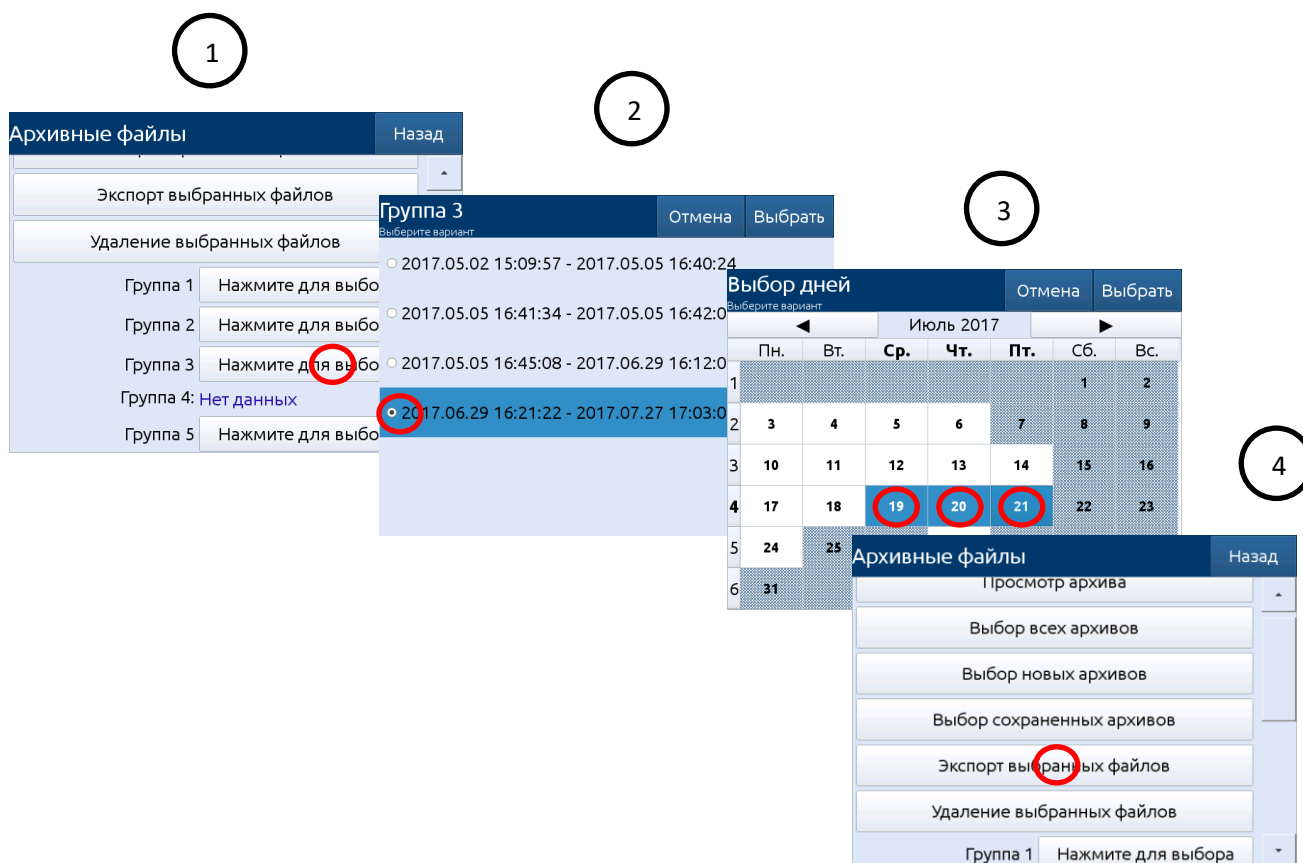

Рисунок 2.30
2.10.3.5. Удаление файлов с РМТ 19 аналогично экспорту файлов, разница состоит лишь в том, что вместо кнопки «Экспорт выбранных файлов» в шаге 4 (см. рисунок 2.30) нужно нажать кнопку «Удаление выбранных файлов».